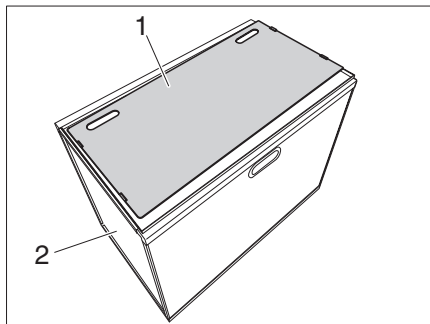
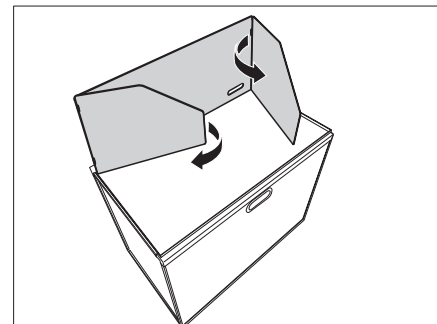

Figure 19 Retirer le pare-vent
Figure 20 Mettre en place la partie arrière et les parties latérales
- Retirer le pare-vent (Figure 19, 1) de la Campbox et le déposer sur le tiroir avec espace de rangement (Figure 19, 2).
- Installer le pare-vent comme indiqué dans Figure 19 et Figure 20.